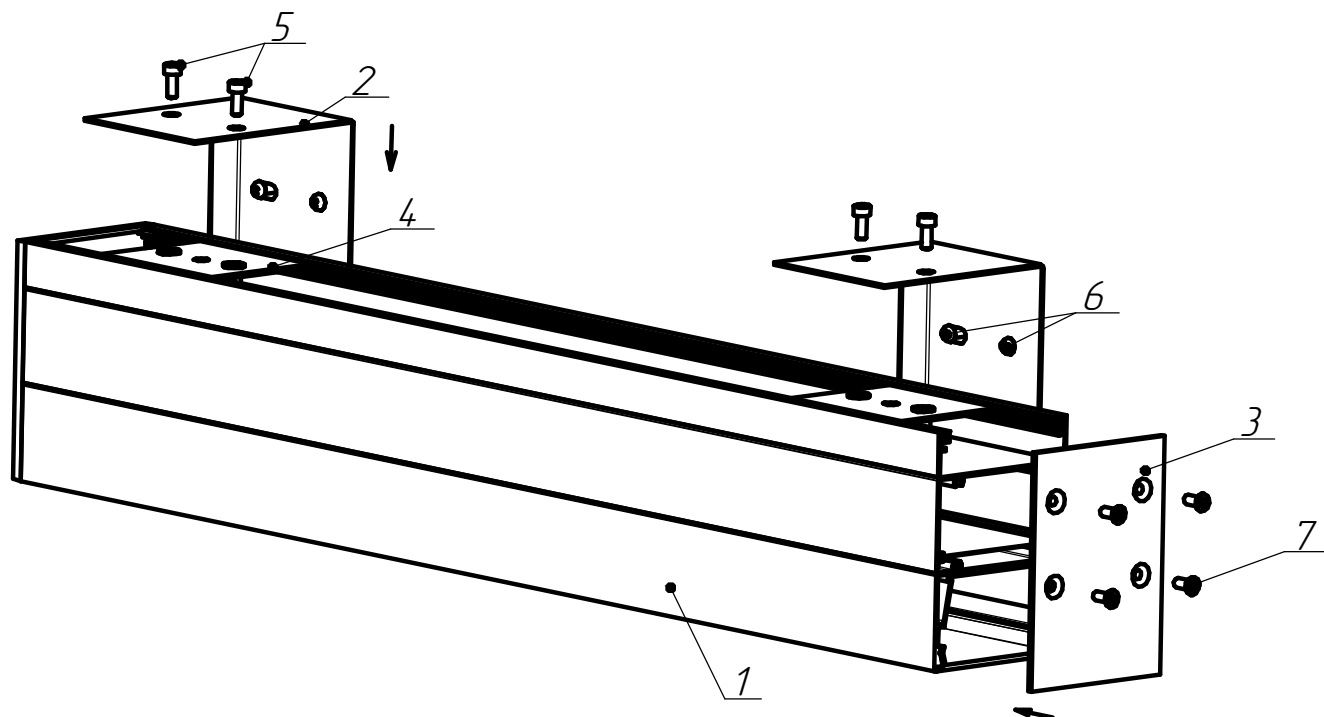

Рисунок 3 - Схема крепления светильников к стене
5.4. **Установка светильника на стену (см. рисунок 3) :**
5.4.1. Кронштейн для настенного крепления ДПО02 поз.2 (рисунок 3) установить на стену при помощи саморезов. Затем при помощи винтов поз.5 (рисунок 3) присоединить светильник к кронштейнам.